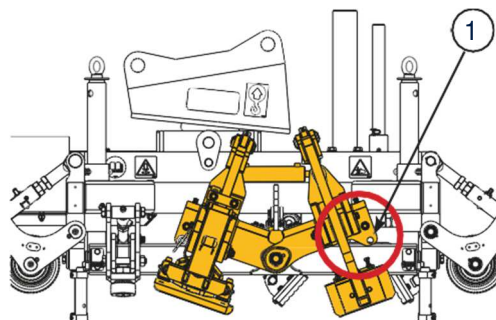

Fig 26. Passez à la page clippage
3. Sur la machine, retirez la goupille de verrouillage Pos 1, Fig 26 et insérez-la dans le trou correspondant sur le côté déclippage. Effectuez cette opération des deux côtés de la machine.